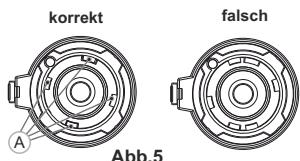

Abb.5
Vergewissern Sie sich, dass sich die Vorsprünge (A) über den unteren Vorsprüngen befinden (**Abb.5**).